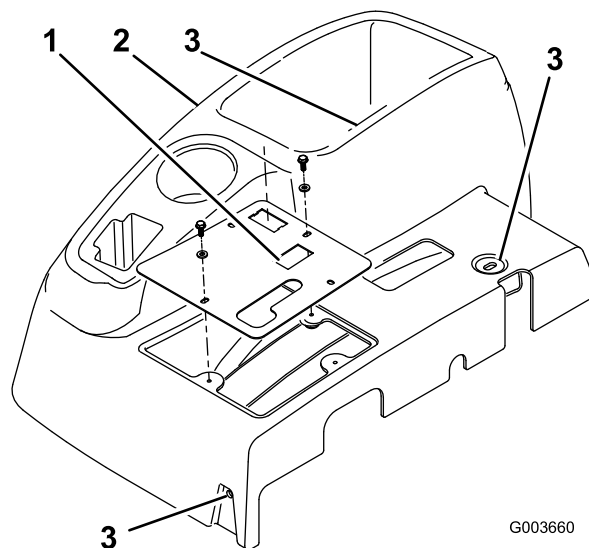

Figure 1
3. Retirez les 4 rondelles et boulons qui fixent le panneau de commande à la console (Figure 1).
5. Déposez le panneau de commande (Figure 1).
6. Retirez les 3 boulons qui fixent la console au cadre (Figure 1). Déposez la console en la soulevant délicatement par le bord inférieur autour du support et en la faisant remonter derrière la poignée de frein.